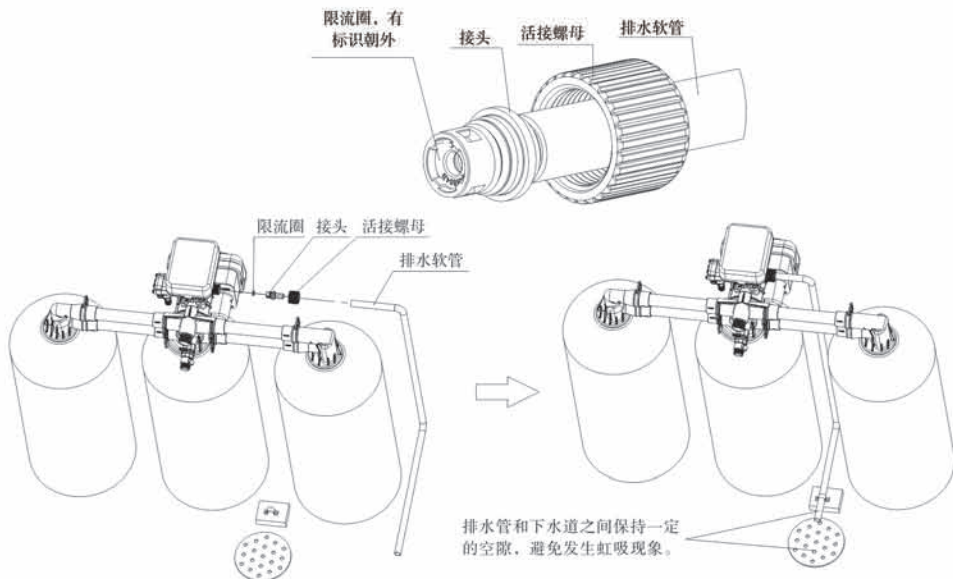

图7
- 如图7所示，将排水限流垫圈放入接头内；
- 将排水软管参考图7所示固定好。
- 绝对不能把排水管与下水道相连，须在二者之间留有一定的空隙（如图7），以防污水被虹吸到水处理器中。